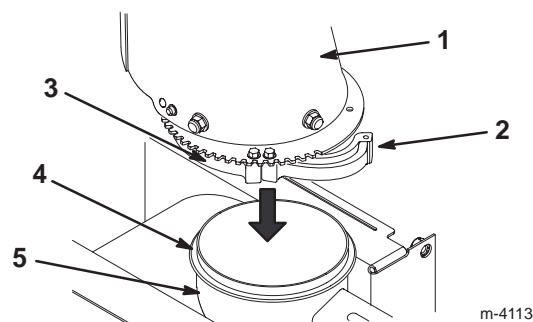

Figure 12
1. Graissez légèrement la couronne de l'éjecteur (Fig. 12).
2. Tournez le dispositif de retenue au bas de l'éjecteur vers l'extérieur (Fig. 12).
3. Abaissez l'éjecteur sur l'ouverture supérieure du carter de tarière (Fig. 12).
4. Vérifiez que la couronne de l'éjecteur s'engage correctement dans les rainures des dispositifs de retenue fixe de l'éjecteur (Fig. 12).